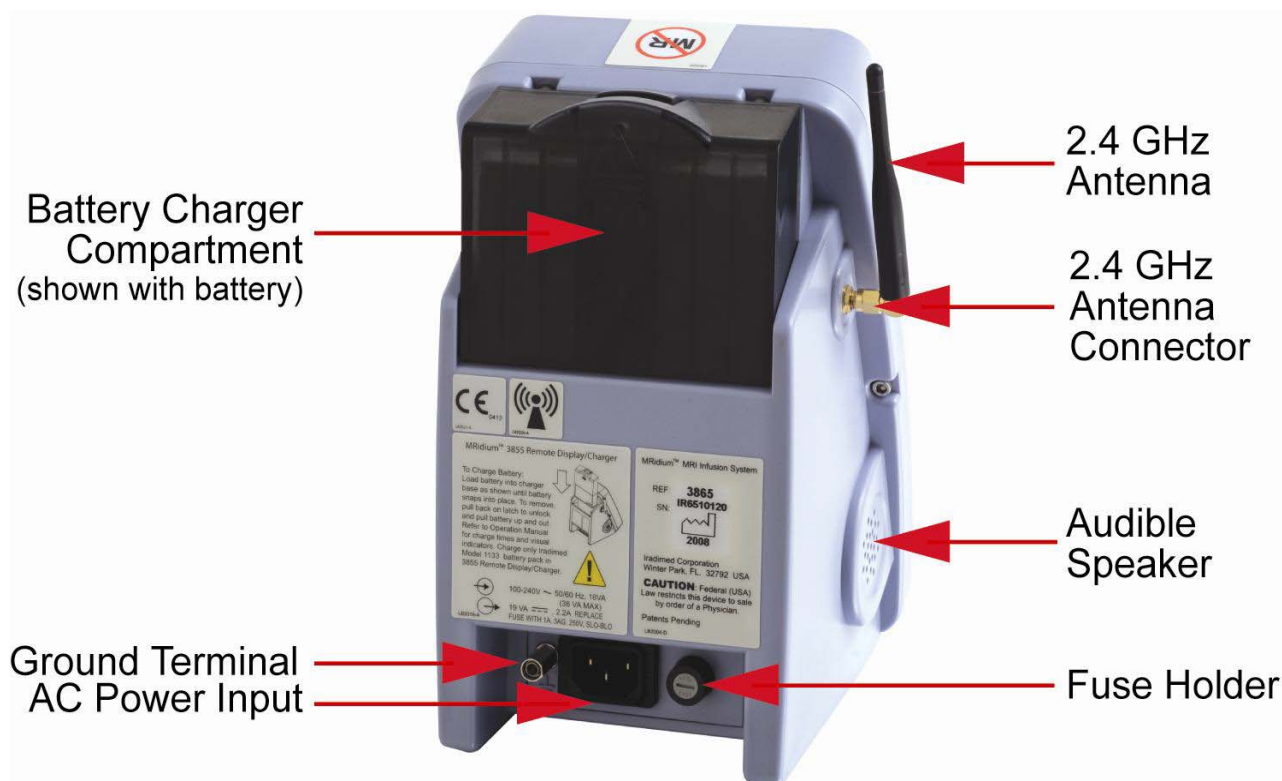

Figura 1-6. Parte posteriore del Caricatore / Display remoto 3865
1.1.6 Parte posteriore del Caricatore/Display remoto. Vedere la Figura 1-6 per la posizione dei componenti principali presenti nella parte posteriore del Caricatore/Display remoto 3865.